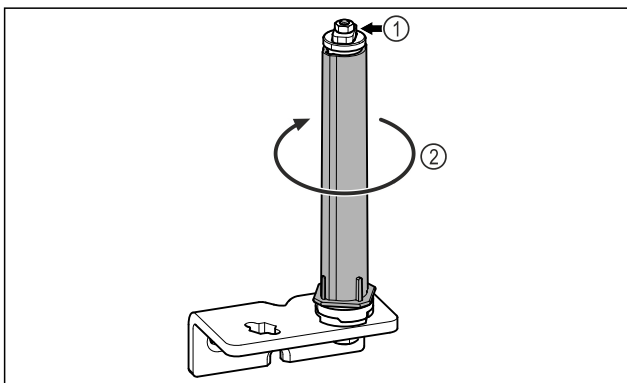

Fig. 14
► Türschließsystem Fig. 14 (1) nicht zerlegen.
► Schließsystem Fig. 14 (2) drehen, bis es klickt.